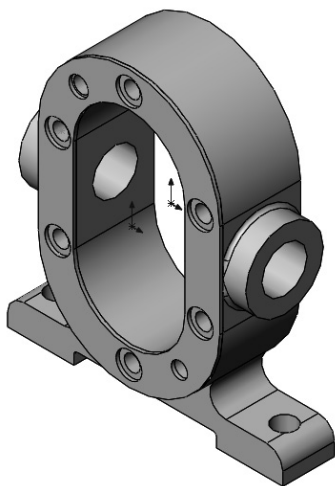

图 10-12 添加配合后的装配体
- [6] 单击【确定】按钮以关闭操控板，添加配合后的装配体如图 10-12 所示。